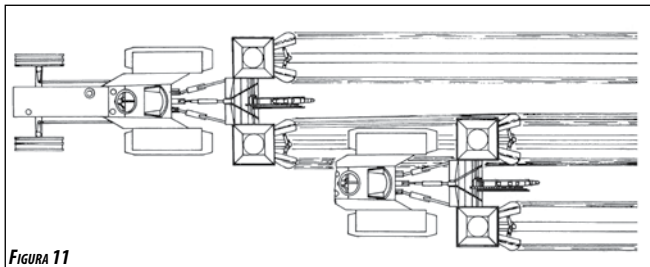

FIGURA 11
- Sistemas de sulco remontada conforme **Figura 11**.